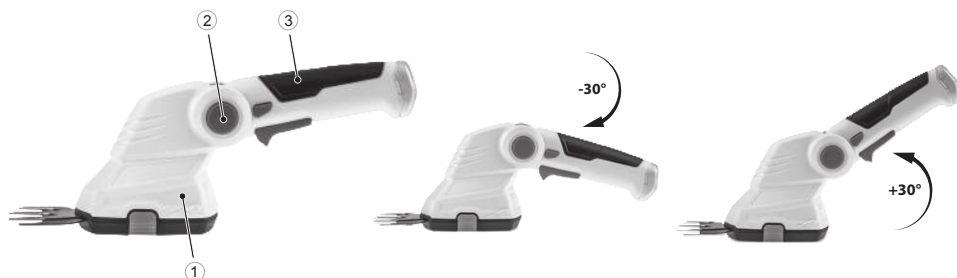

рис. 3
Для удобства использования устройства и резки в труднодоступных местах может быть полезна функция изменения угла наклона ножниц-кустореза относительно рукоятки. Для этого возьмите одной рукой корпус устройства (3) (рис. 3), надавите кнопку фиксации рукоятки (1). Не отпуская кнопку фиксации рукоятки (1), поверните рукоятку (2) на необходимый угол.